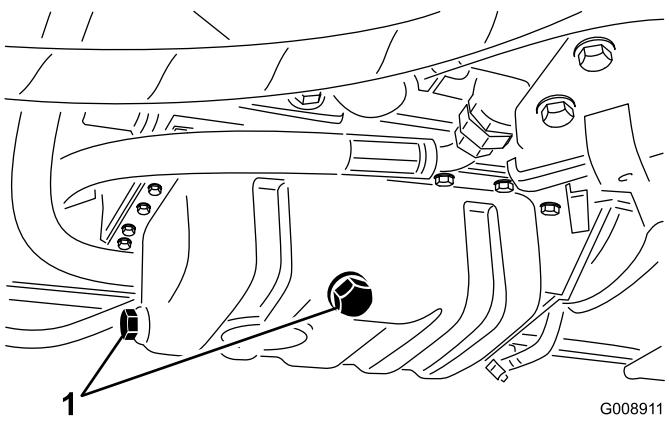

図 58
1. ドレン・プラグのどちらか一方 (図 58) を外してオイルを容器に受け、オイルの流出がおわったらプラグを元通りに取り付ける。